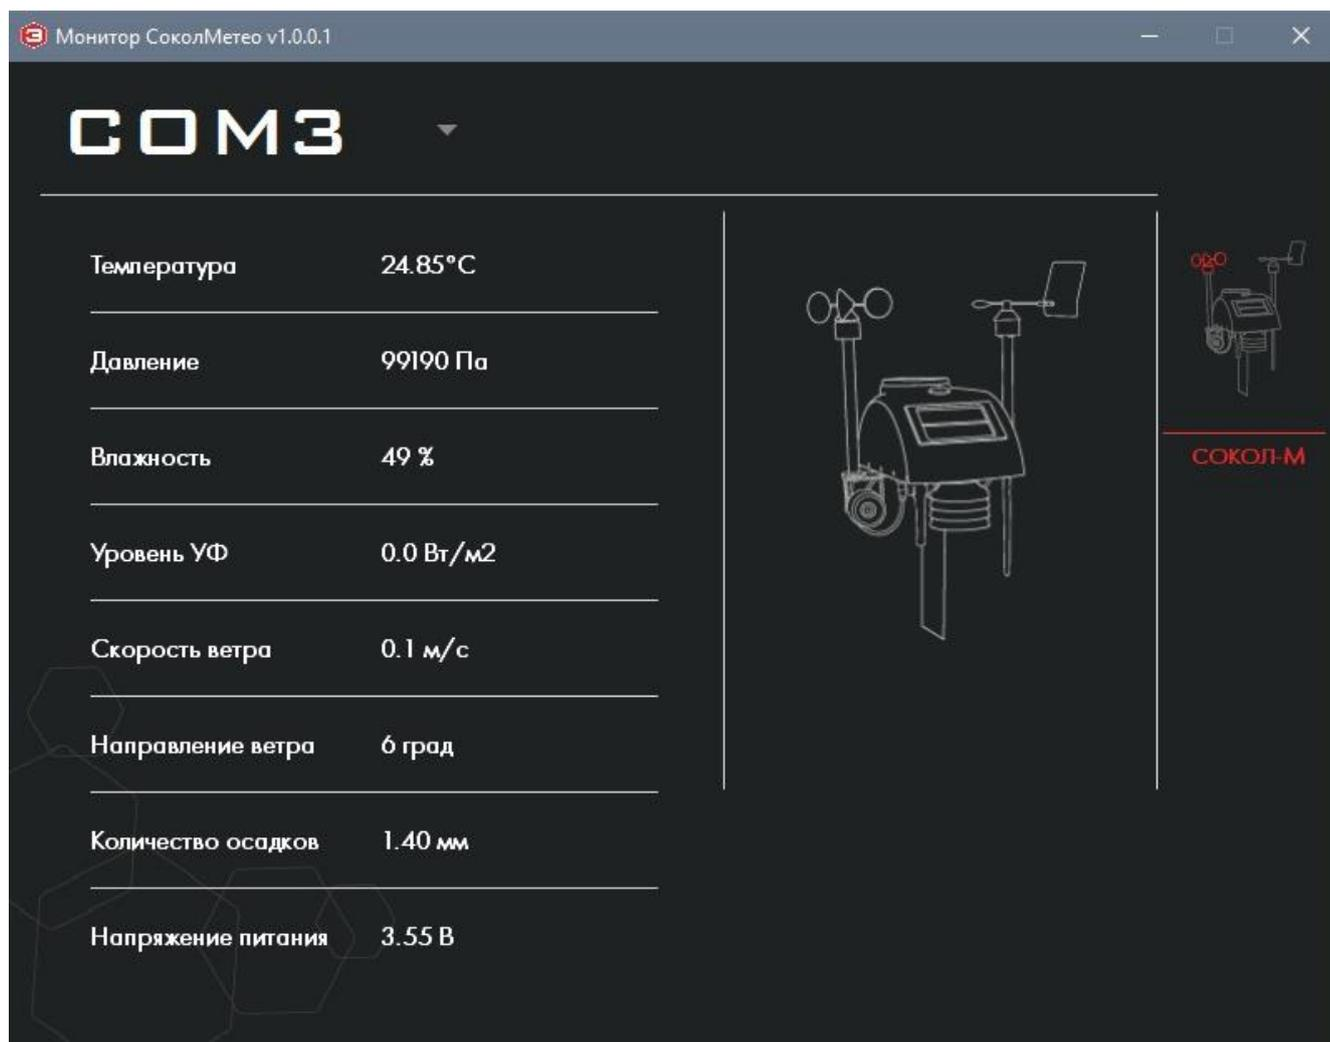

Рис.10. Программное обеспечение Монитор СоколМетео v1.0.0.1
3) Работа с помощью программы Монитор СоколМетео (рис.10)